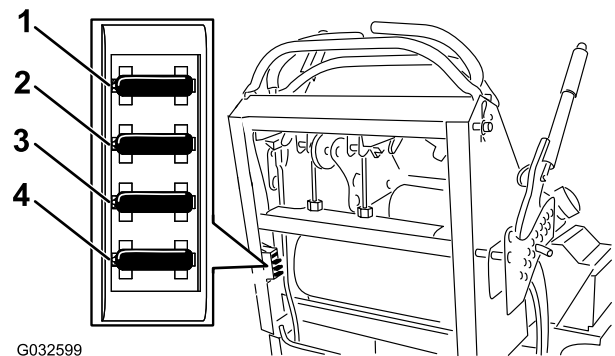

Figure 54
- Tirez le fusible pour le sortir et le remplacer (Figure 54).